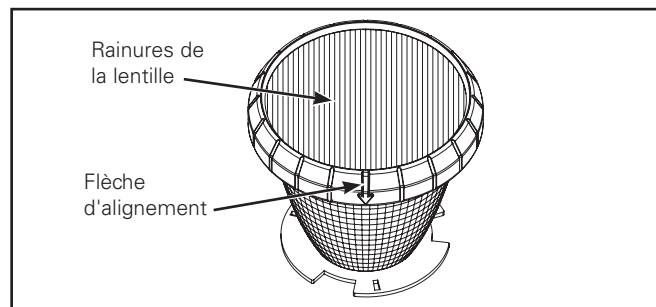

Figure 8.
- Si vous utilisez un support directionnel comme la lentille à diffusion linéaire (facultatif), alignez les rainures de la lentille avec la flèche d'alignement du support (Figure 8).